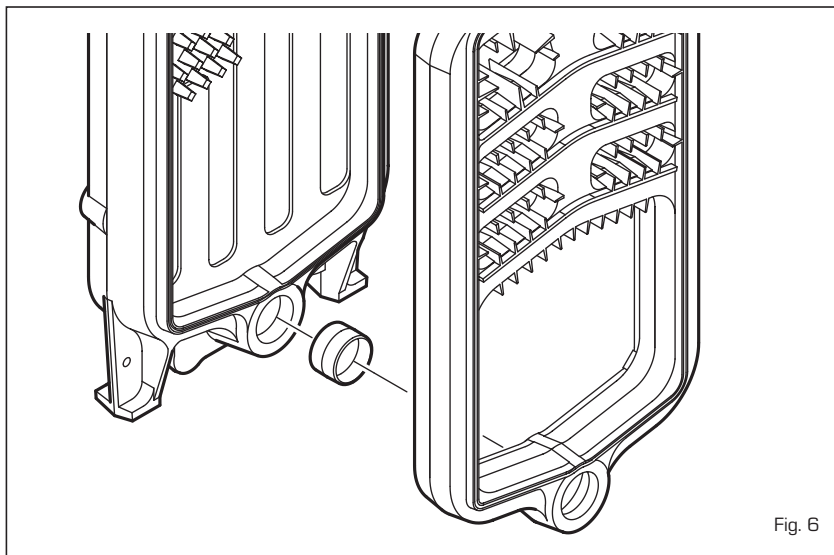

Fig. 6
- montar la cámara de humo y la brida como indica la fig. 6/a.